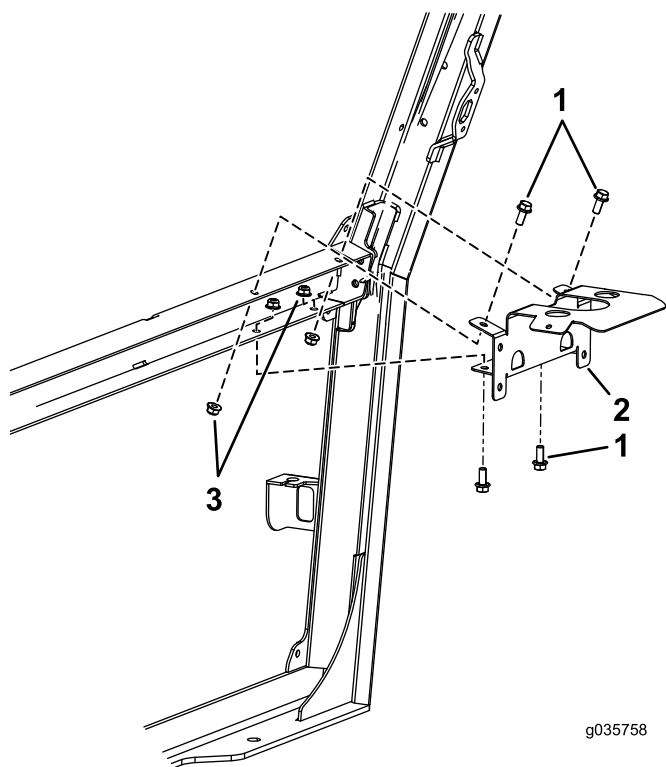

Figura 6
1. Instale el soporte en el bastidor con 4 pernos (5/16" x 3/4") y 4 tuercas con arandela prensada (5/16"), según se muestra en Figura 6.